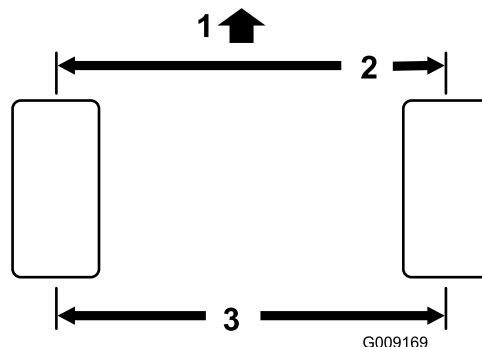

Bild 82
2. Messen Sie den Abstand vorne und hinten an den Lenkreifen Mitte-zu-Mitte (auf Achshöhe) (**Bild 82**).